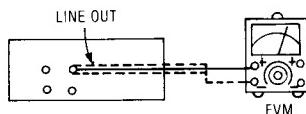

Abb. 1
- Der Testaufbau ist in Abb. 1 gezeigt.